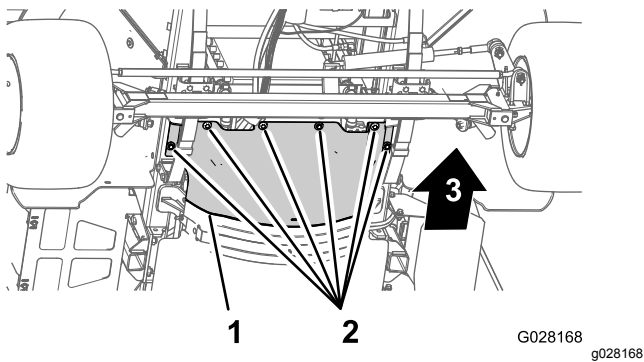

Figura 41
4. Togliete i 6 bulloni a testa esagonale e le 6 rondelle che fissano lo schermo termico anteriore al telaio e rimuovete lo schermo (Figura 41).